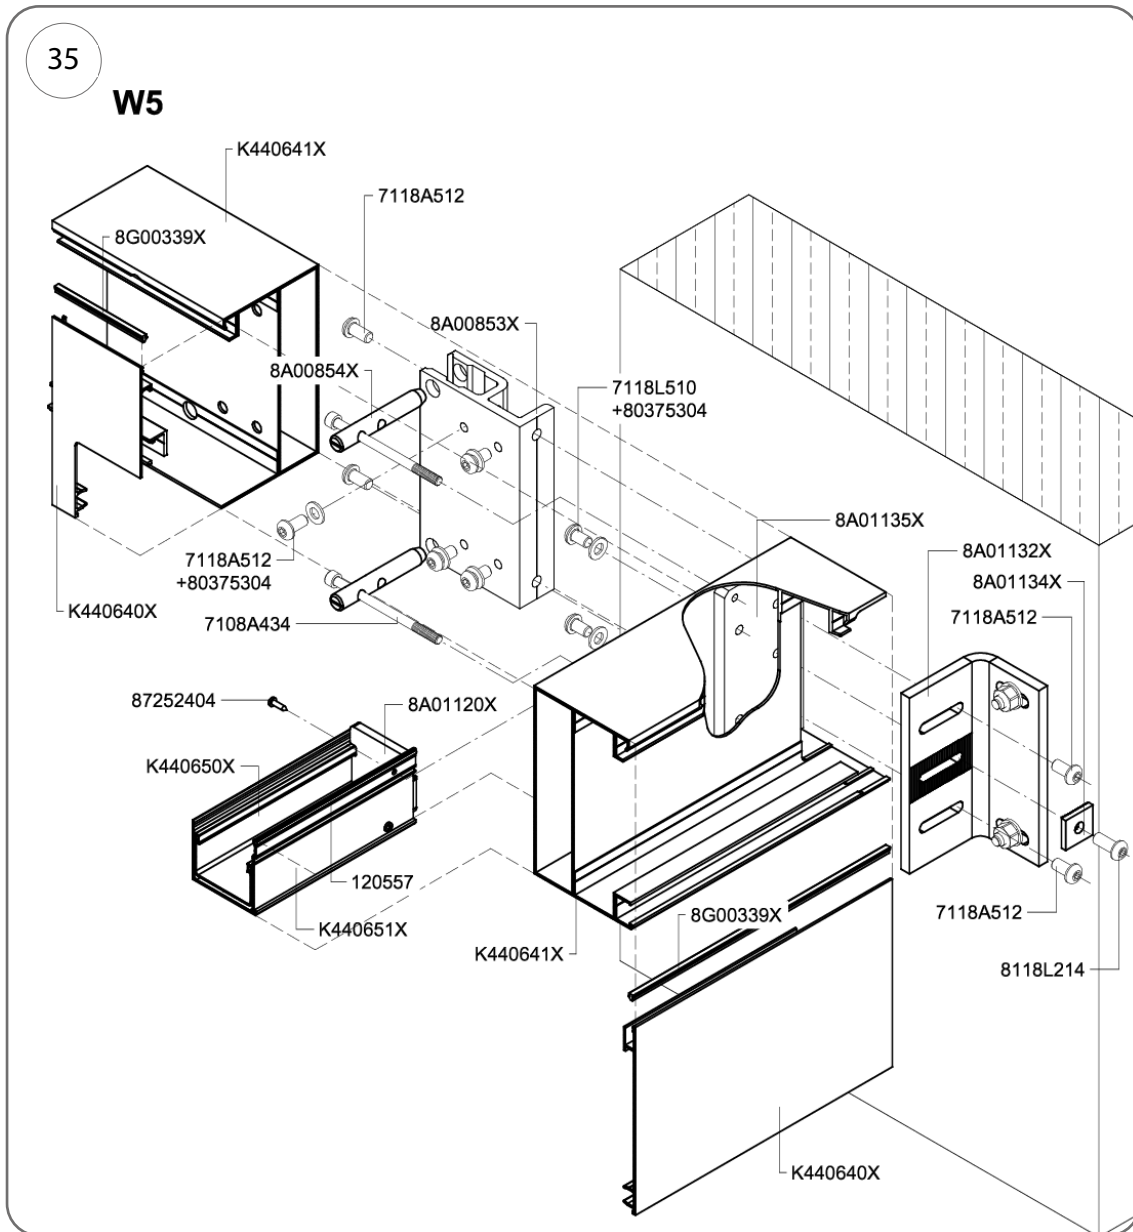
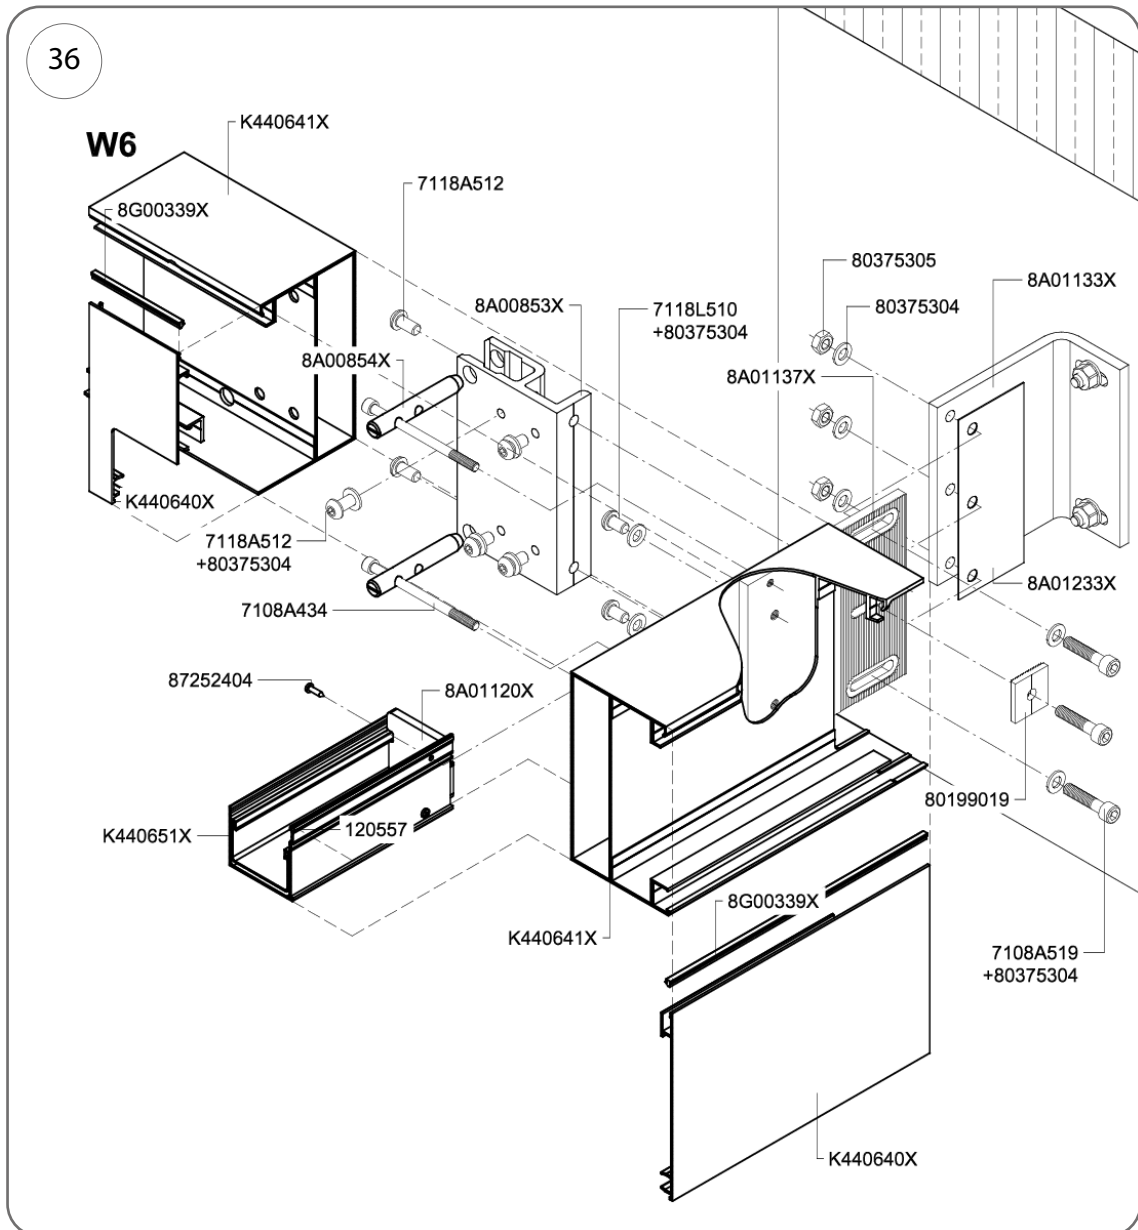

Fig. 35
Fig. 36
1. Introduceți placa suportului montat pe perete (nr. cat. 8A01135X) (Fig. 35) și nr. cat. 8A01137X (Fig. 36) și fixați-o de peretele lateral al căpriorului folosind 2 șuruburi M10 x 16 mm (nr. cat. 7118L510).
4. Treceți două șuruburi (nr. cat. 7108A434, M8 x 120 mm) prin orificiile din știfturile 8A00854X și înșurubați-le în placa suportului de perete 8A01135X (Fig. 35), 8A01137X (Fig. 36).